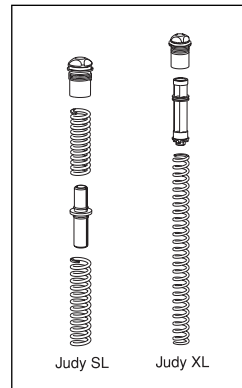

Fig. 3
2. Retire el grupo de muelles (Judy SL: tapa superior, muelle helicoidal primario, espaciador y muelle helicoidal secundario. Judy XL: tapa superior, muelle helicoidal y espaciador de muelles). ver Fig. 3.